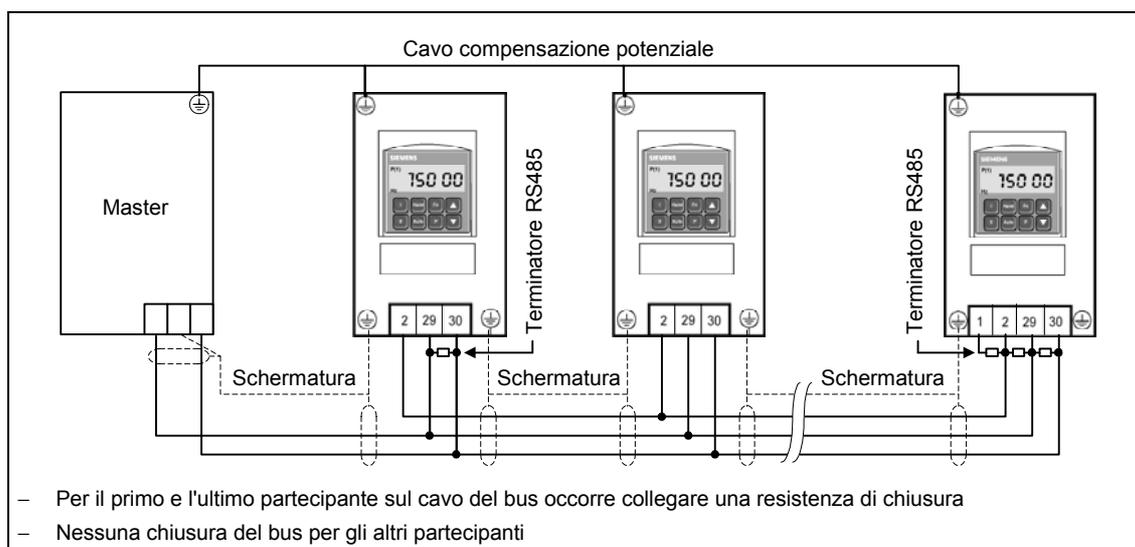
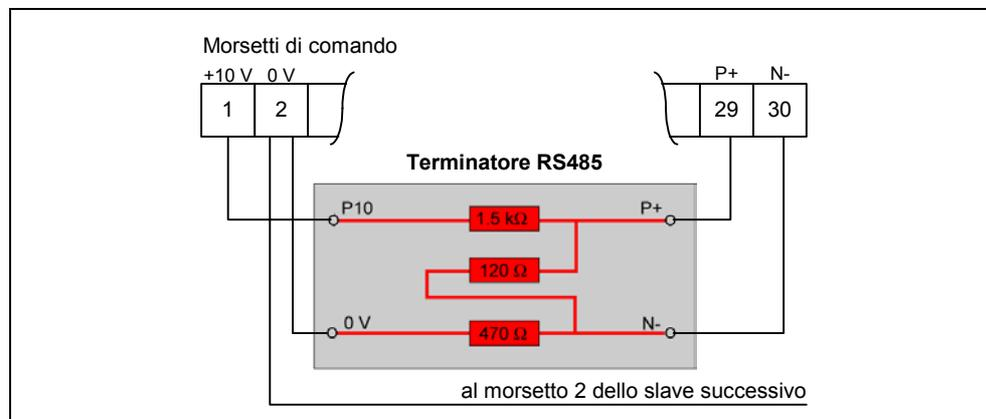

Figura 3-47 Collegamento del cavo del bus USS
Figura 3-48 Terminatore RS485
2. a entrambe le estremità del bus una resistenza di chiusura tra P+ e N- (vedere Figura 3-48)
Se il convertitore è l'ultimo slave sul bus (vedere Figura 3-47), P+ e N- del terminatore RS485-devono essere collegati con i morsetti RS485 (vedere Figura 3-48). Per l'alimentazione di corrente P10 e 0 V possono essere collegati con il morsetto 1 e 2. Se il convertitore è il primo slave, il bus deve essere terminato solo con P+ e N-.